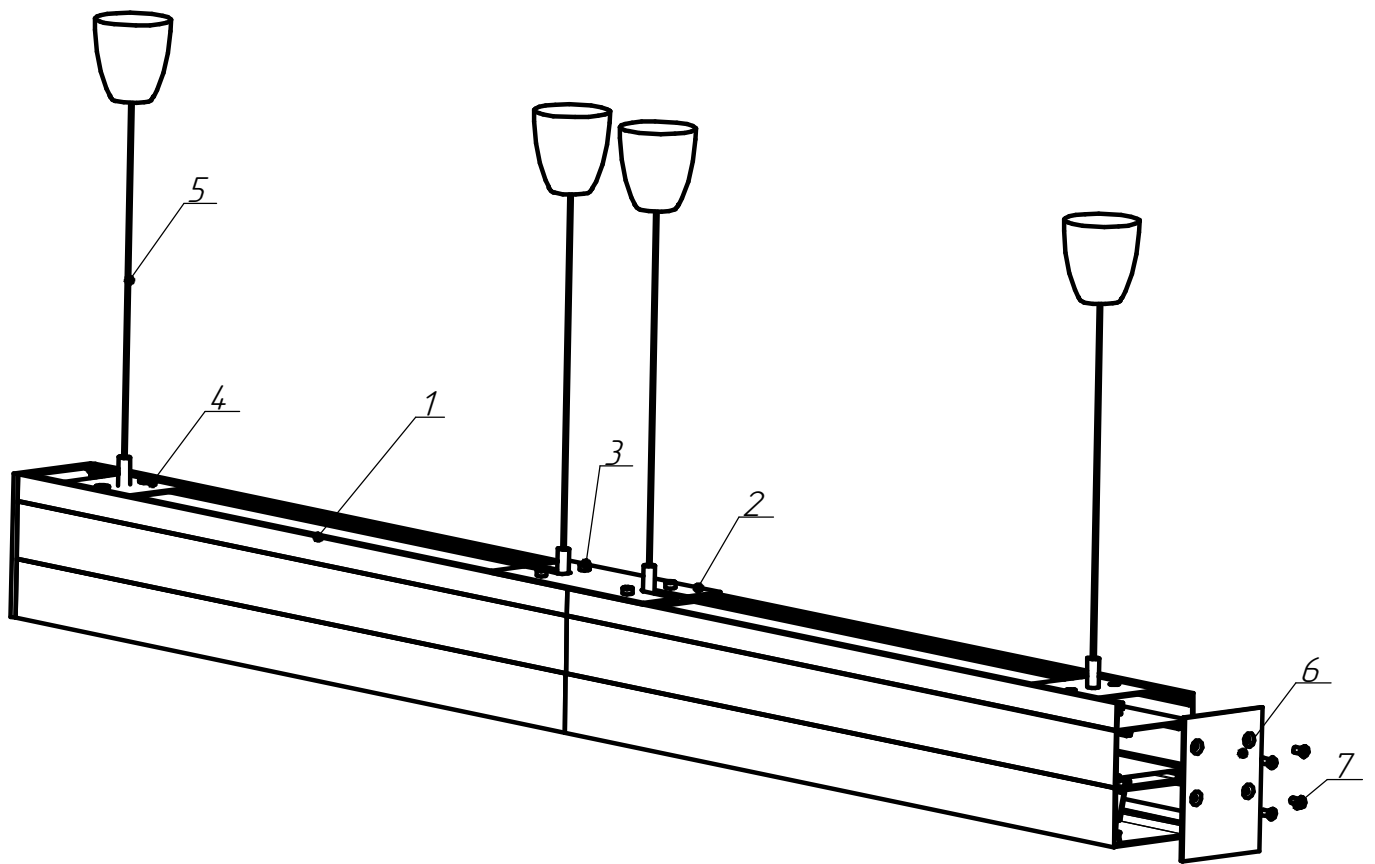

Рисунок 5 - Схема соединения светильников в линию
5.6. Установка светильников в линию (см. рисунок 5) :
5.6.1. Для установки светильников в линию необходимо снять торцевые крышки в месте соединения светильников. Затем при помощи пластины соединительной ДПО02 поз.2, винтов поз.3 и пластины подвеса (рисунок 5) соединить светильники. Для светильников ДПО02 Up/Down использовать пластину соединительную ДПО02 Up/Down.